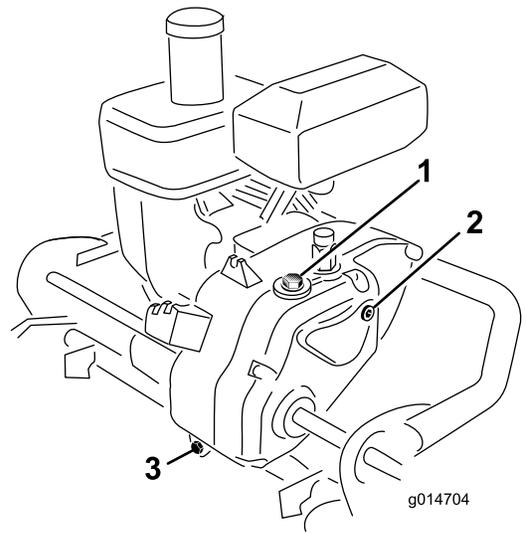

图34
3. 向下推动手柄，并向后翻转机器。从变速箱右侧取出检查塞（图34）。
6. 从变速箱顶部取出加油塞（图34）。不要拆下通气管。
2. 从变速箱后部取出排油塞（图34）。